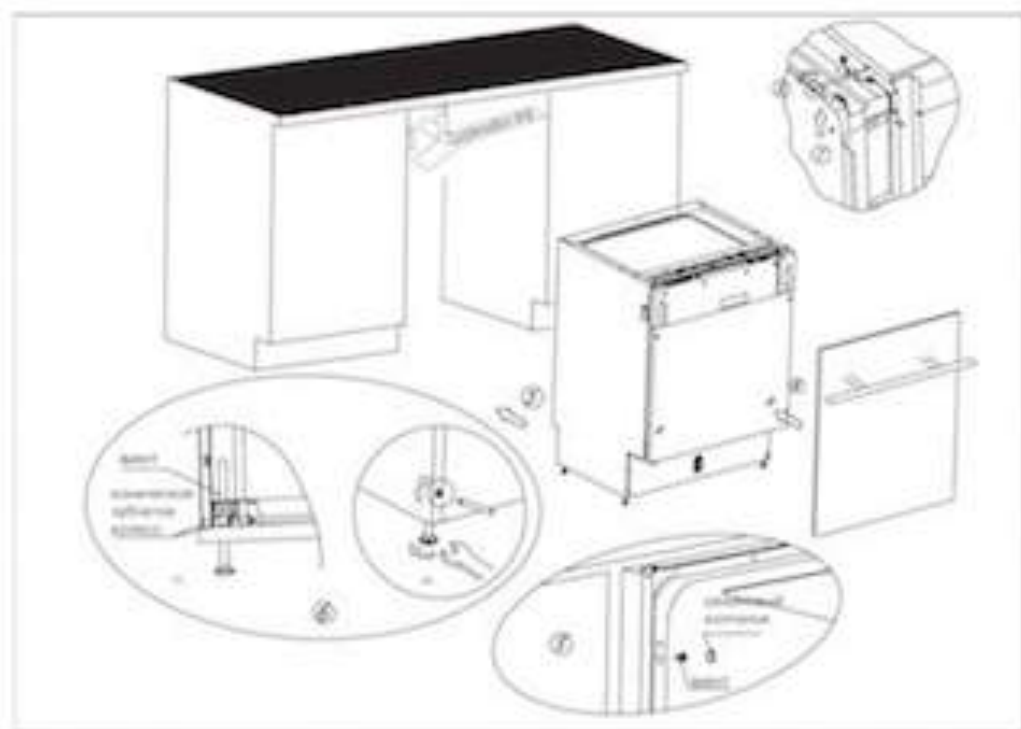

Рис. 7. Последовательность установки посудомоечной машины
1. Используя скобы, прикрепите декоративную дверцу от вашей мебели к дверце машины (см. п. 1 на рис. 7).
стрелки для того, чтобы ослабить пружины дверцы. Невыполнение данной операции может привести к повреждению посудомоечной машины (см. п. 2 на рис. 7).
6. Поместите посудомоечную машину на направляющие (см. п.4 на рис. 7).
9. Выровняйте машину. Задние ножки можно регулировать винтами, расположенными спереди (см. п. 6а на рис. 7). С помощью ключа отрегулируйте передние ножки (см.п. 6в на рис. 7).
- А. Если у Вас столешница из дерева или ДСП, прикрутите машину к ней шурупами по дереву, будьте осторожны, вес машины может вырвать шурупы из дерева (см. п. 7 на рис. 7).
- В. Если у Вас мраморная или гранитная столешница используйте скобы, чтобы прикрепить машину к стенам соседней мебели, при этом необходимо закрыть винты резиновыми шляпками, чтобы не повредить столешницу (см. п. 8 на рис. 7).